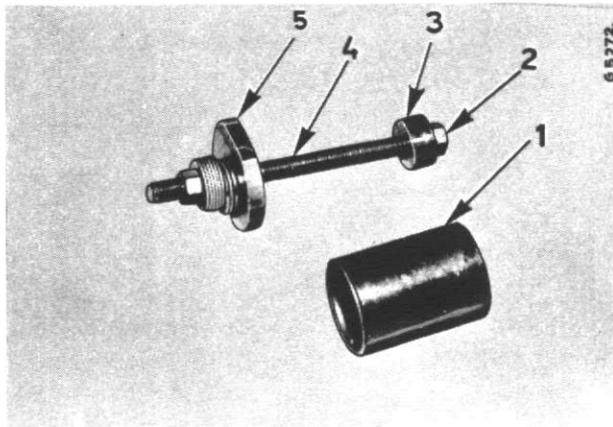
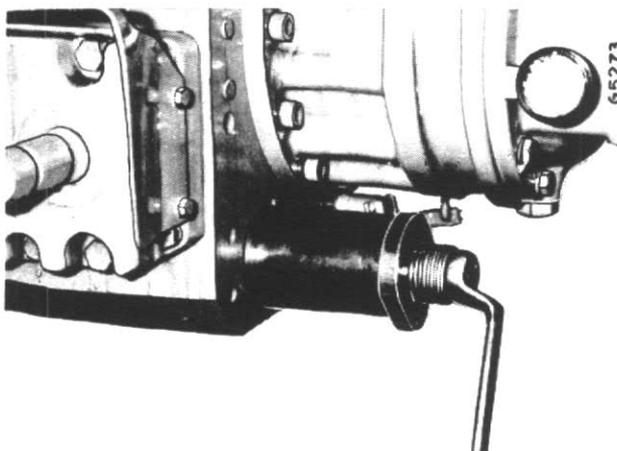

Fig. 69
Fig. 70
Marquez au poinçon sur le carter du pont arrière la position du repère excentré (21) et enlevez le support de palier (Fig. 70), à l'aide d'un extracteur, comme indiqué figure 69.